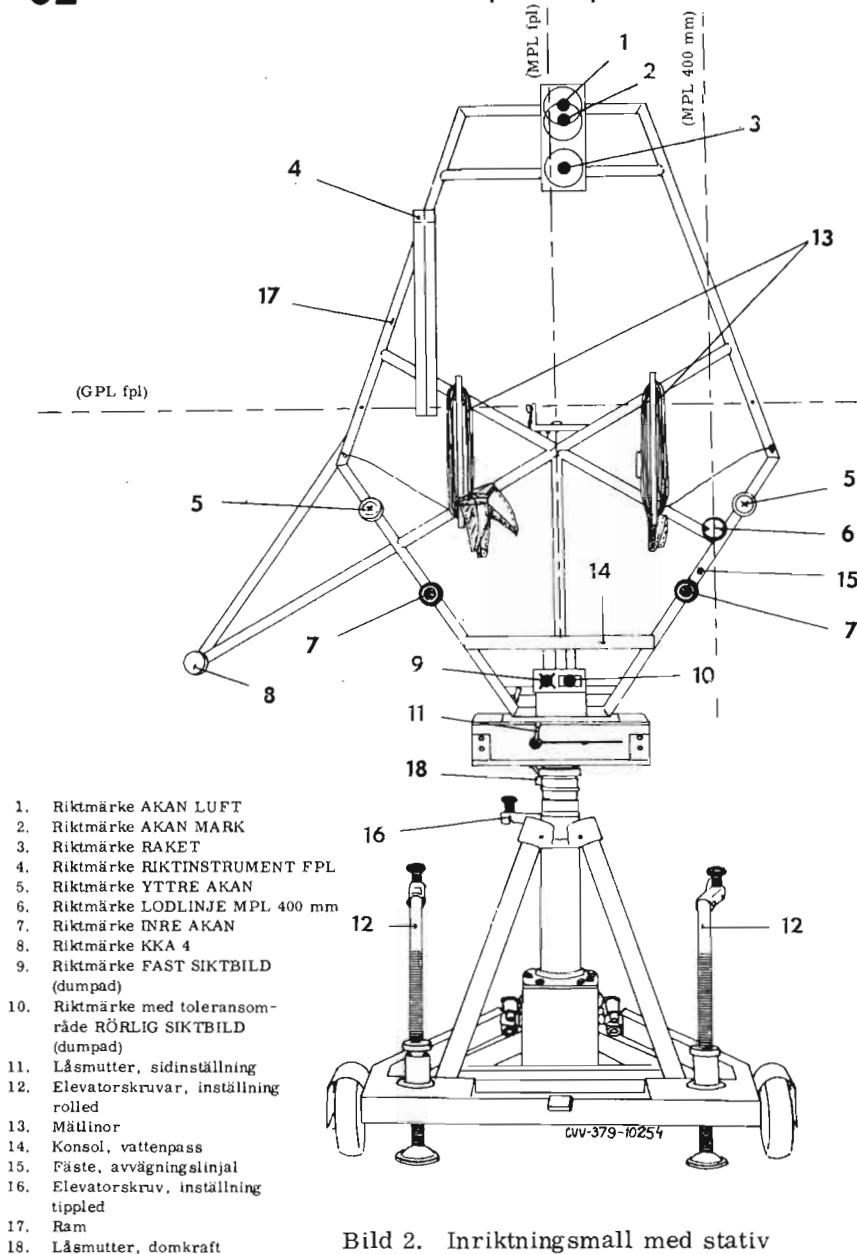

Bild 2. Inriktingsmall med stativ
- 2 7. Rikta in rörliga siktbilden mot riktmärket 10, bild 2, på mallen. Siktesinställningen skall i första hand grovjusteras i sidled med fästskruven på sikteshusets undersida. I andra hand justeras inställningen i höjdled med reflexglasets omställningsskruvar. Samtidigt finjusteras i sidled.